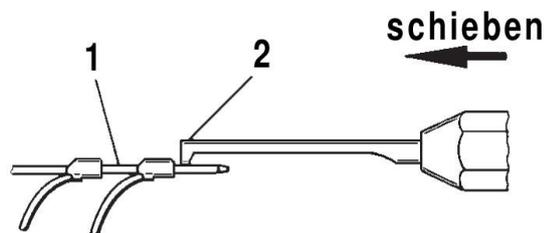

Abbildung 37: Clip-Abzieh-Richtlinie
2. Entsprechend der Abbildung 37: Clip-Abzieh-Richtlinie ist die Nachschiebe-Spitze anzuwenden. Um die Zuverlässigkeit der Kontaktsicherheit zu gewährleisten, darf niemals mehr als ein Clip nachgeschoben werden.